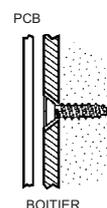

Figure B.4:
9. Fixez la couverture arrière en utilisant deux vis et remplacez le PCB. Utilisez l'ISO 7050 (ST3.5 x 22) ou des vis similaires pour que la tête de la vis ne touche pas le PCB – voir Figure B.4.
10. Montez le couvercle arrière sur le mur en utilisant deux vis. Employez l'ISO 7050 (ST3.5 x 22) ou similairement, noyez la vis afin que la tête de la vis ne touche pas le PCB – voir Figure B.4.